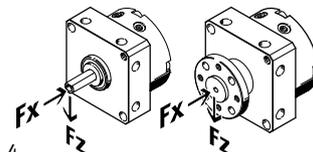

Fig. 4
4. Убедитесь в том, что при креплении полезной нагрузки соблюдаются следующие условия (Fig. 4):